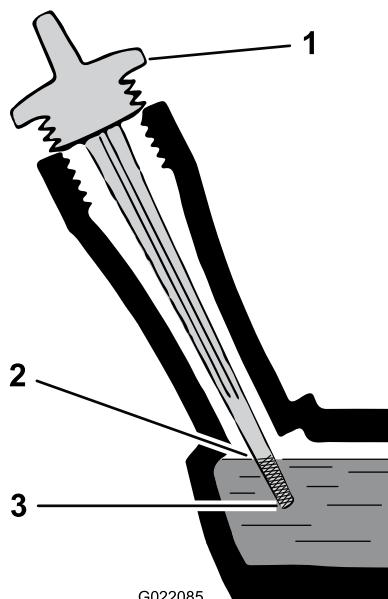

Figura 28
- Vierta aceite **lentamente** por el tubo de llenado de aceite, comprobando el nivel con la varilla de vez en cuando, hasta que la varilla indique que el motor está lleno (Figura 28). **No llene demasiado.**